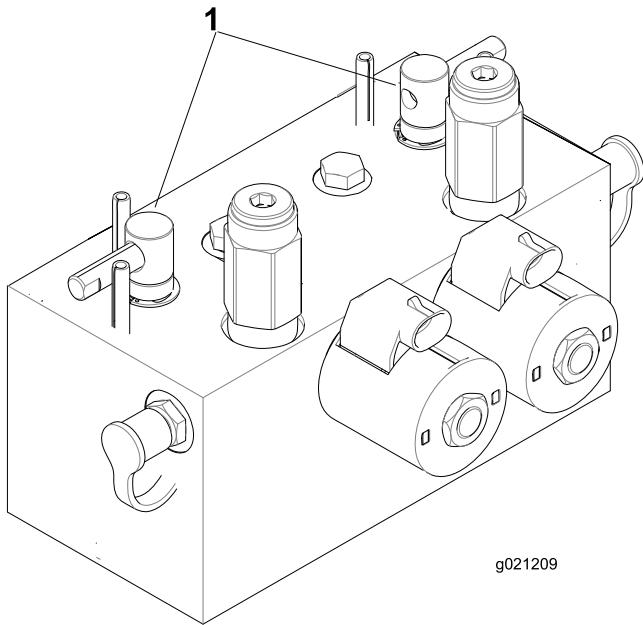

Bild 75
2. Entriegeln und klappen Sie den Sitz hoch, um die Läpphebel frei zu legen (Bild 75).
5. Wählen Sie entweder den vorderen, hinteren oder beide Läpphebel aus, um festzulegen, welche Geräte geläppt werden (Bild 75).